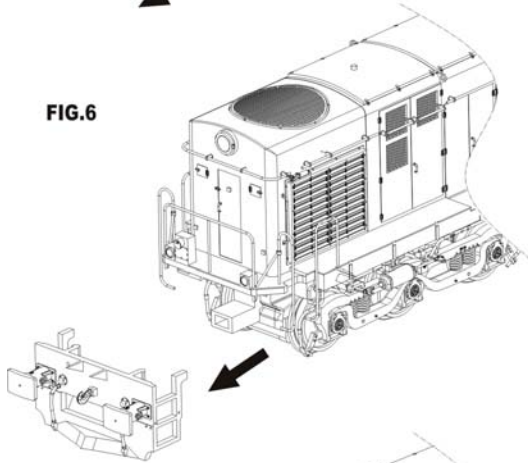

FIG.7
- 4- Extraiga el mecanismo K del enganche y la tapa presionando con la punta de un destornillador hacia debajo. (Fig.7 y 8)